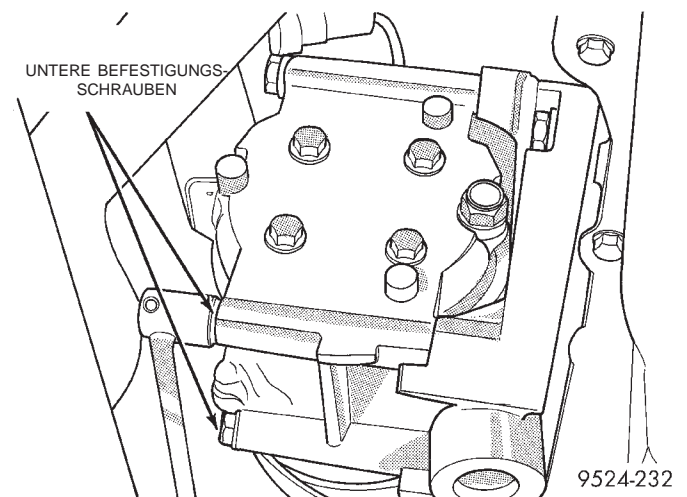
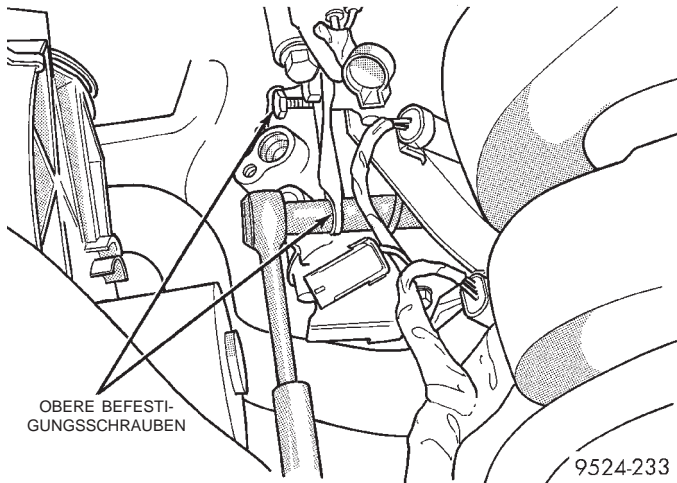

Abb. 18 Untere Befestigungsschrauben
Abb. 19 Obere Befestigungsschrauben
- (6) Befestigungsschrauben des Kompressors lösen (Abb. 18) und (Abb. 19).